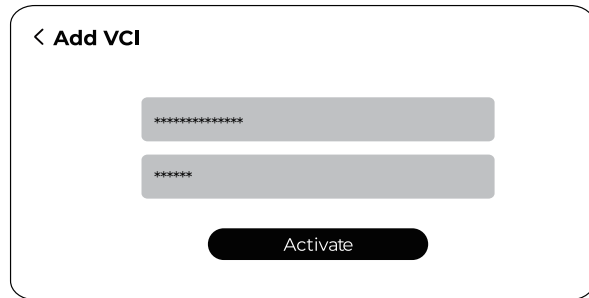

Figure 1
- (1) Go to User Info > VCI Management. Tap the(+) icon at the top right corner of the screen, and the device will ask you to connect the Bluetooth first.
- (2) Connect the Bluetooth as prompted. Then the serial number and activation code will be automatically obtained (see Figure 1).
- (3) Then tap Activate to bind the DS900 VCI.
- (1) Gehen Sie zu Benutzerinformationen > VCI-Verwaltung. Tippen Sie oben rechts auf das (+)-Symbol. Das Gerät fordert Sie daraufhin auf, Bluetooth zu verbinden.
- (2) Verbinden Sie Bluetooth wie angegeben. Seriennummer und Aktivierungscode werden automatisch abgerufen (siehe Abbildung 1).
- (3) Tippen Sie anschließend auf Aktivieren, um das DS900 VCI zu binden.